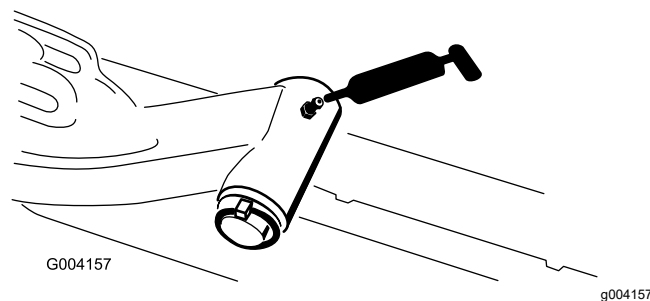

Figura 69
- Eixo das articulações do braço de elevação (1 cada) (Figura 69)